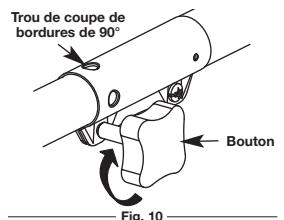

Fig. 10
- Serrez le bouton en le tournant à droite (Fig. 10).
Pour couper les bordures à l'aide de la tête d'accessoire de coupe sur les modèles EZ-Link™, verrouillez le bouton de déclenchement de l'accessoire de coupe dans le trou de 90° (Fig. 10).